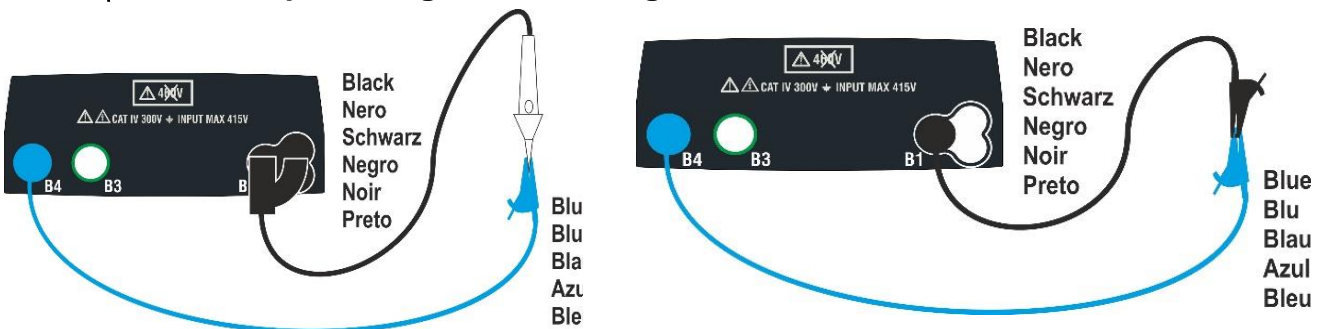

Fig. 10: Bortkompensering av resistansen i testledningarna/fjärrbetjäningssproben
2. Kortslut krokodilklämmorna/testledningarna eller fjärrbetjäningssproben som visas i Fig. 10.